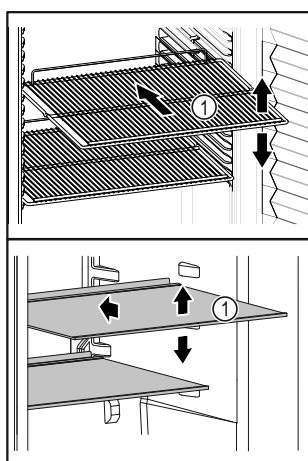

Fig. 60 Représentation à titre d'exemple
- ❑ Si les surfaces de rangement Fig. 60 (1) sont mobiles, les régler en hauteur.